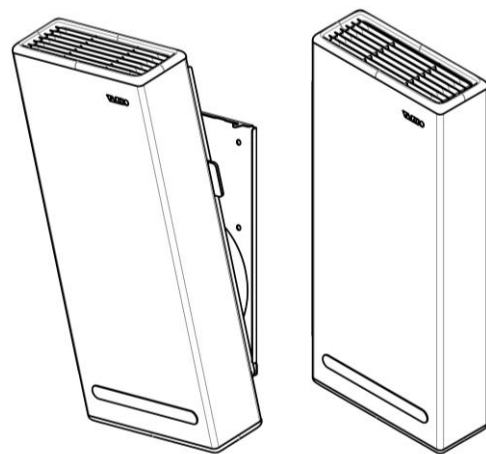

Рис. 19
1. Установите глушитель в паз монтажной пластины под углом  $30^{\circ}$  и прижмите шумоглушитель к стене до срабатывания замка. Убедитесь в надежной фиксации прибора, см. Рис. 19.